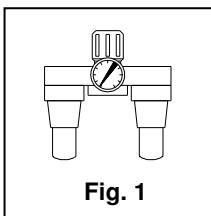

Fig. 1
- 2.3 Instale un conjunto purificador lubricador de aire(fig.1) y purge diariamente el depósito del compresor. El agua existente en una red de aire daña la plataforma.